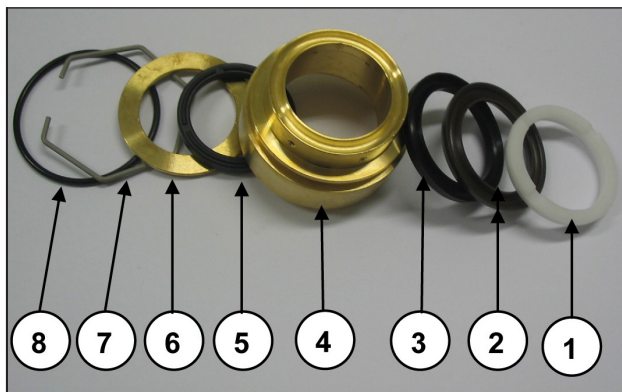

Fig. 44
**Prestar atención al orden de desmontaje del paquete de juntas como se indica en la Fig. 44, compuesto por:**
- B) Lubricar los componentes ②③⑤ (Fig. 44) con grasa de silicona de Tipo OCILIS cód. 12001600; tal operación es considerada necesaria también para facilitar el asentamiento del labio de las juntas sobre el pistón.